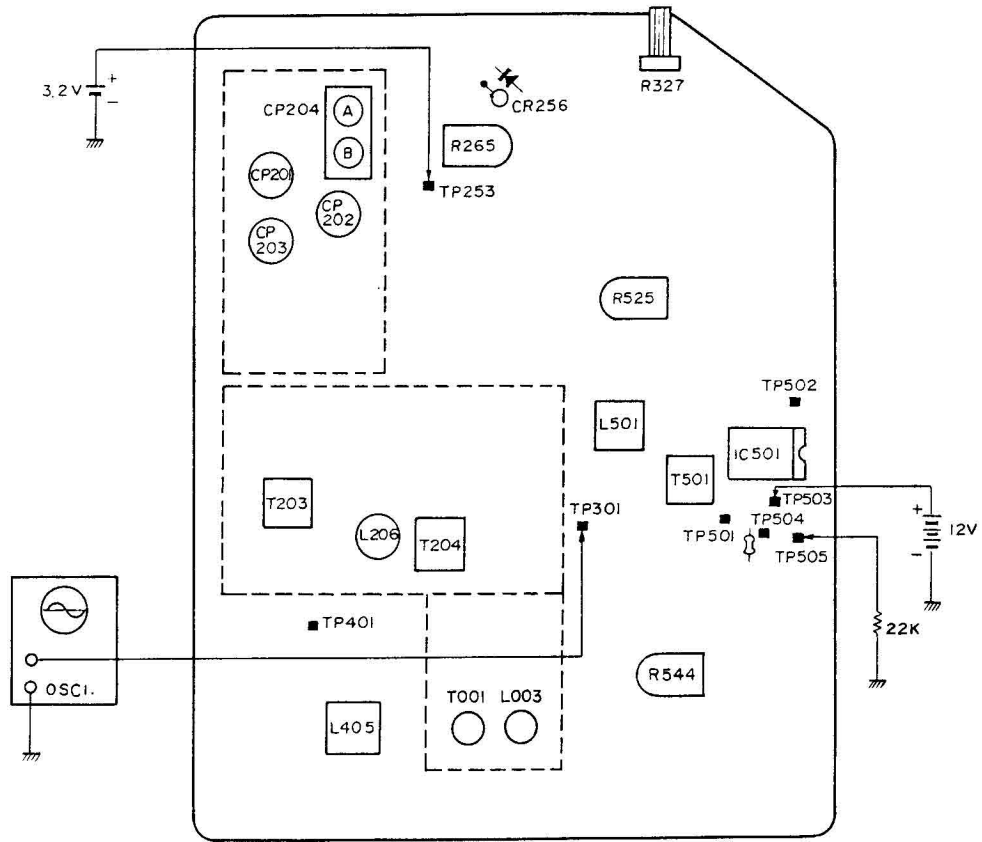

Fig. 5
1. V-IF ALIGNMENT Fig. 5, 6.
2. CHROMINANCE BANDPASS AMP. ALIGNMENT Fig. 5, 6.